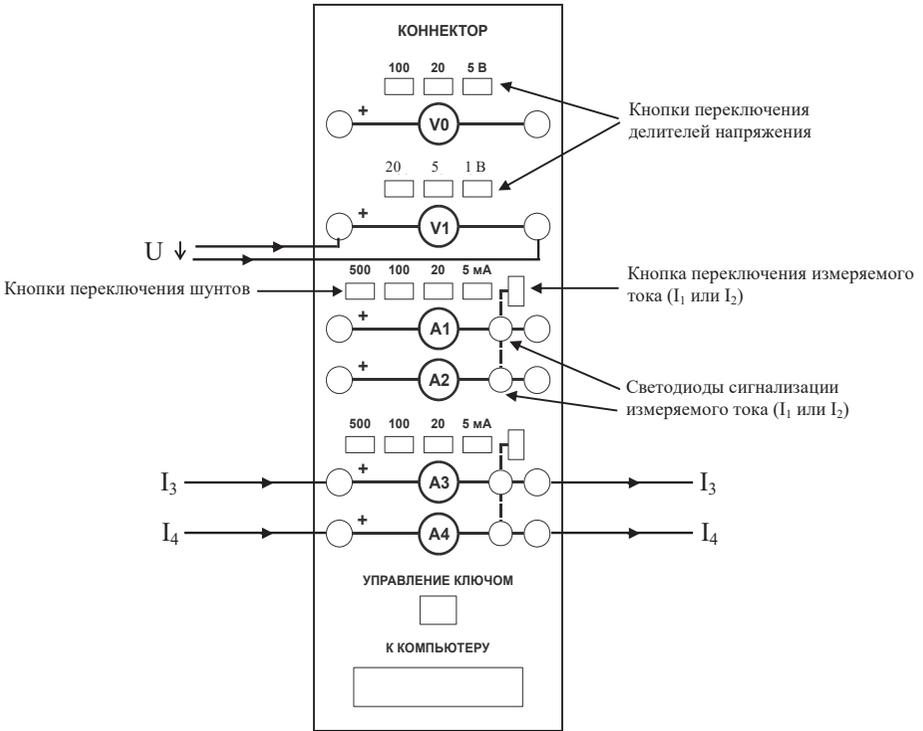

Рис.6
Общий вид лицевой панели коннектора показан на рис.6.
- выберите пределы измерения амперметров и вольтметров, нажав соответствующие кнопки на коннекторе (рис. 6). Выбранные пределы отображаются автоматически в соответствующих окнах виртуальных приборов. Когда измеряемый сигнал превышает допустимый для данного канала уровень, окно с показанием виртуального прибора начинает мигать красным цветом, а в верхней части панели включается надпись «Перегрузка! Перейдите на больший предел». Она гаснет, как только предел измерения становится больше измеряемой величины;